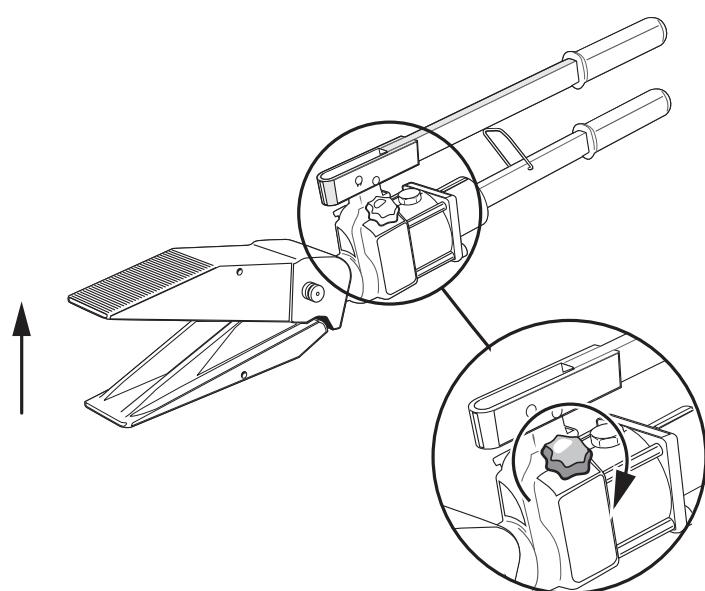

Fig. 3
- Cerrar la válvula de descarga girando el mando de descarga en sentido horario (Fig. 3).
- Fechar a válvula de descarga girando o comando de descarga no sentido dos ponteiros do relógio (Fig. 3).